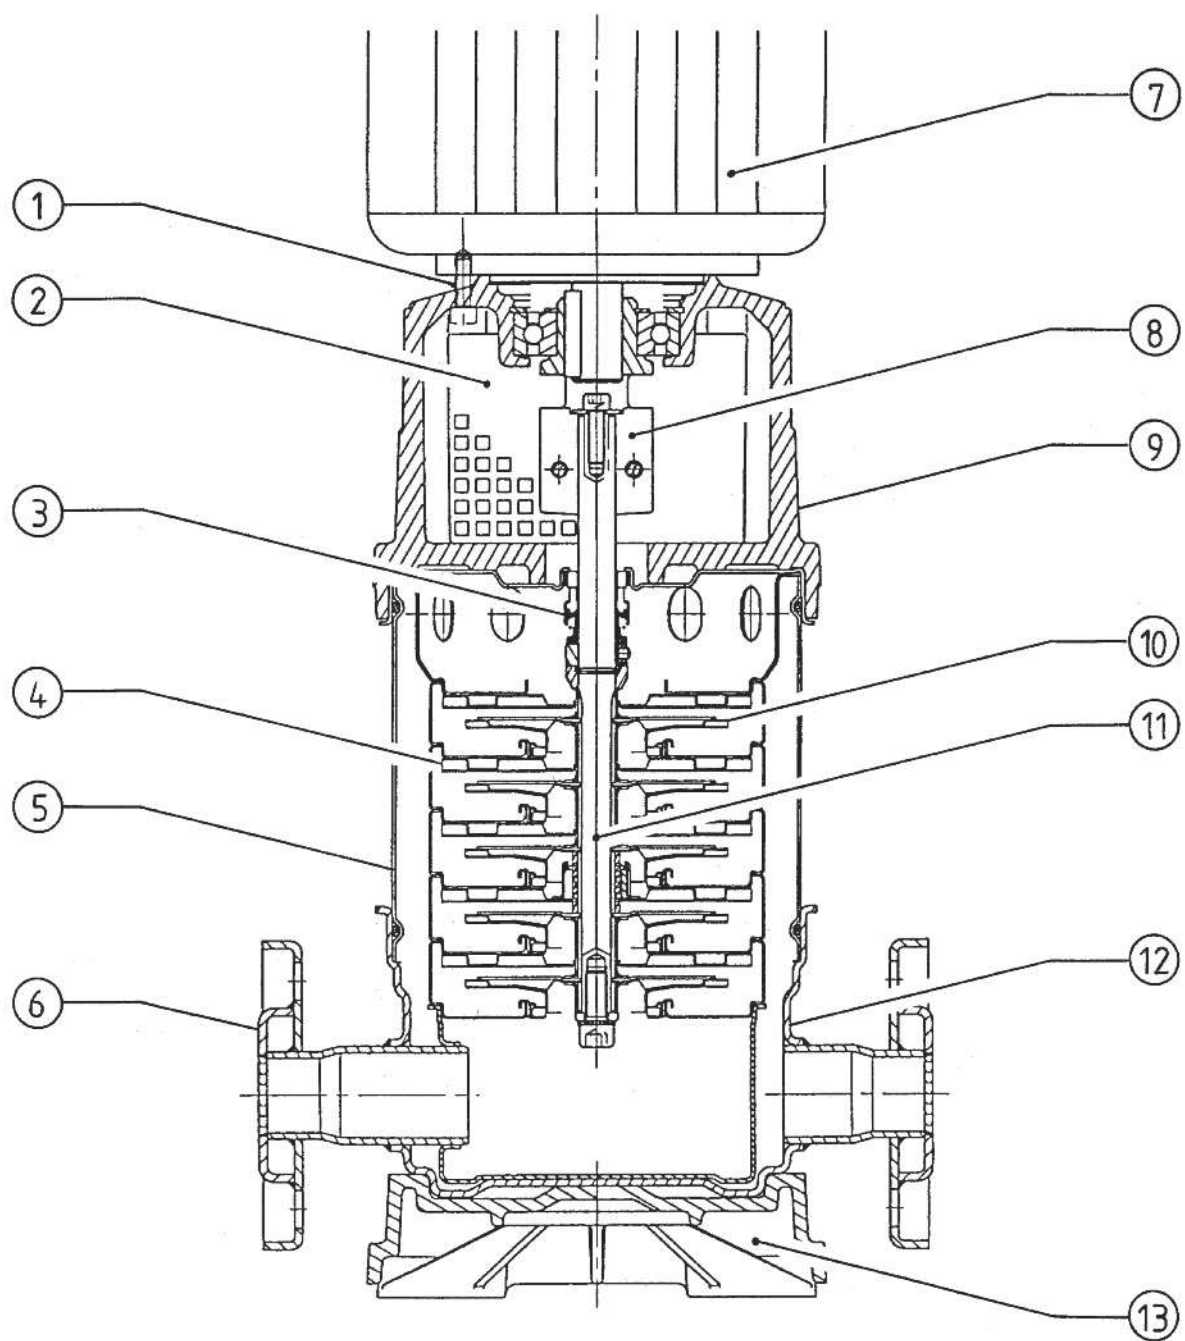

Fig. 2
- Насос должен находиться в таком месте, которое может быть достаточно доступным при проведении проверки насоса и его демонтажа. Насос должен всегда находиться в строго вертикальном положении, насос необходимо поместить на бетонное основание, имеющее достаточную массу (рисунок 2, ссылка 13). Между основанием и полом должны находиться демпферы вибрации.
- Если вы имеете дело с особенно тяжелыми моделями насосов, необходимо иметь специальный крюк (рисунок 2, ссылка 12) или кольцо, которые бы имели достаточную несущую способность (общая масса насоса: см. каталог или лист технических данных), что дает возможность использовать лебедку, ворот или подобные устройства во время проведения работ по профилактическому обслуживанию или ремонту насоса.
- При монтаже всасывающего и нагнетающего патрубков необходимо исключить любое дополнительное усилие. Можно использовать компенсаторы ограниченной длины для погашения вибраций. Трубопроводы и каналы должны быть зафиксированы (рисунок 2, ссылка 7) таким образом, чтобы их масса не оказывала давление на насос.
- Как правило, необходимо размещать запорное устройство (рисунок 2, ссылки 2 и 3) спереди и сзади от насоса; таким образом, при проверке или замене насоса не нужно будет полностью опорожнять, а затем наполнять установку.